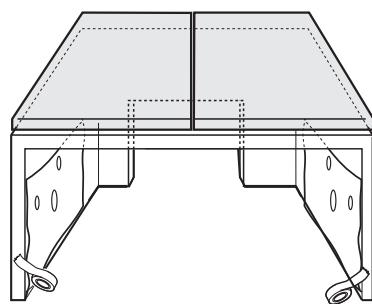

Fig. 3
3. Legen Sie die mitgelieferte Schablone erst rechts und dann links an (Abb. 3) und bohren Sie wie gezeigt (3 Sacklöcher, 2 x Ø 2 mm, 1 x Ø 5 mm).
3. Fit the template supplied on the right first and then on the left (Fig. 3), and drill as indicated (3 blind holes, two Ø 2 mm holes, and one Ø 5 mm hole).